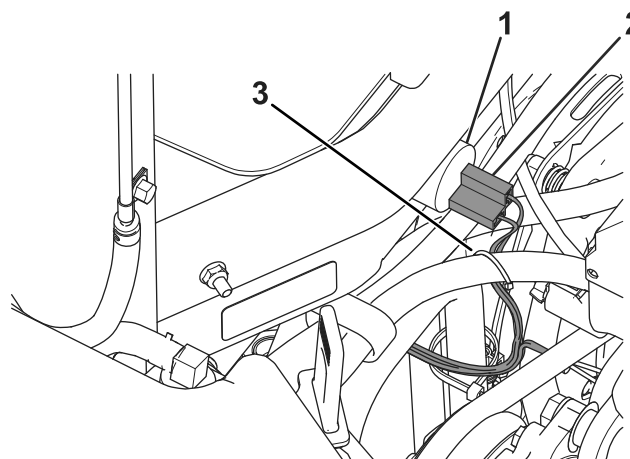

Figura 6
3. Enchufe el extremo mismo del arnés de cables en la alarma instalada anteriormente (Figura 6).
5. Sujete el arnés lejos de la correa del compresor del A/A de la cabina, como se muestra en la Figura 6.